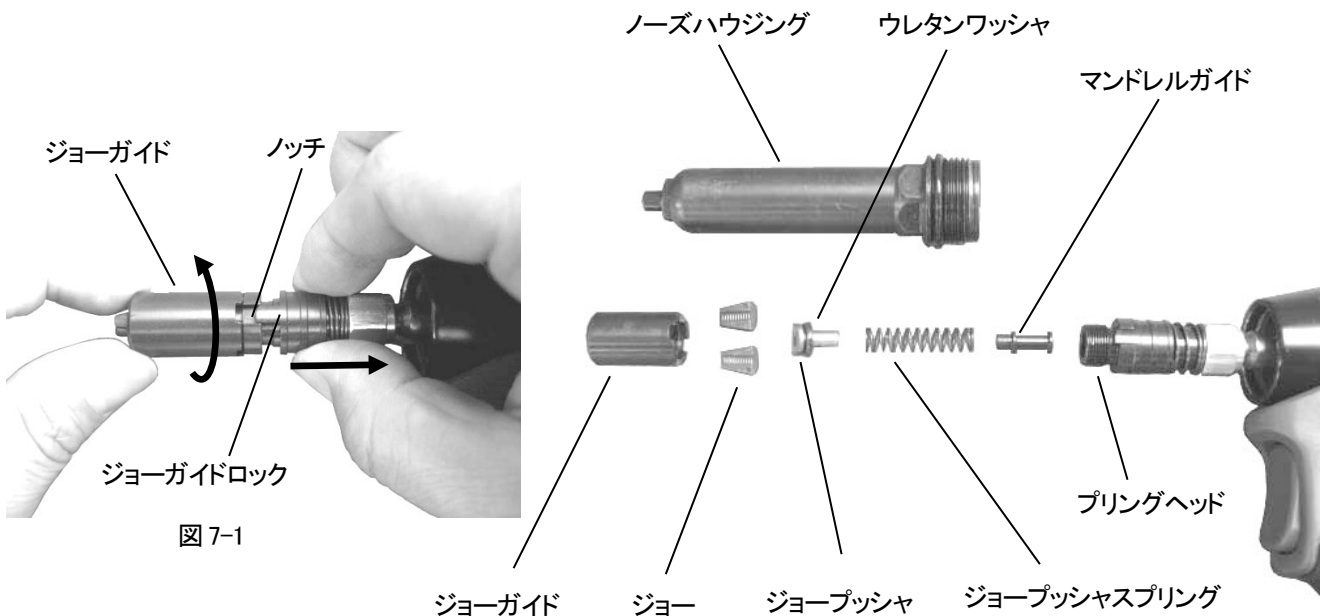

図 7-2
- 4) この時、外れてくるパーツを(図 7-2)に示します。これらのパーツ及びノーズハウジング・プリングヘッドの内部をブラシなど使い、脱脂洗浄剤等で洗浄・掃除します。